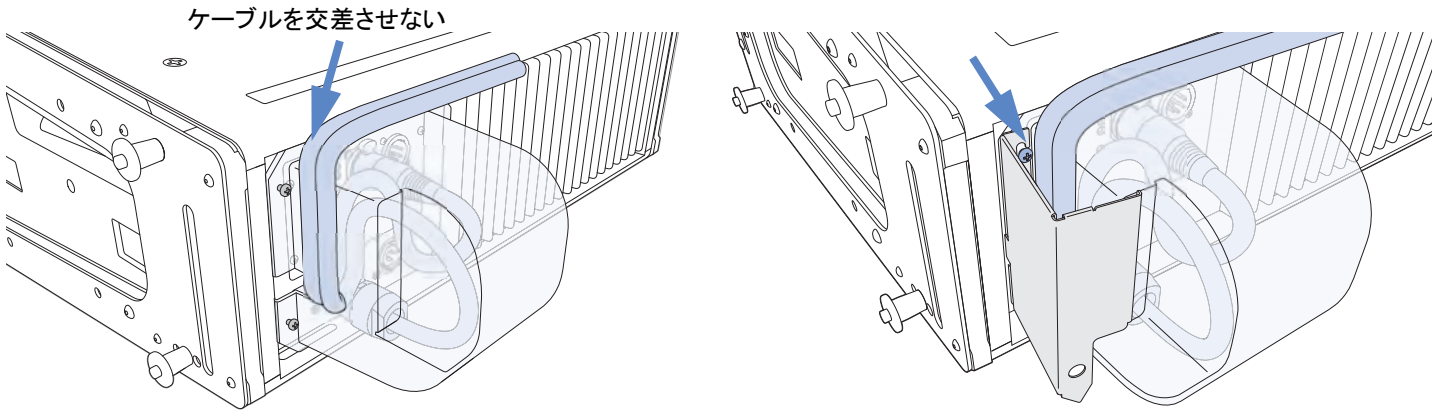

図49: ケーブルをレインフードに通し(左)、シールドを固定ネジに引っ掛ける(右)
4. 左上と左下のネジを2-3個かみ合わせます。ラウドスピーカーの背面から見て、ケーブルが左に出るようにしてください。レインフードの開口部でケーブルを交差させないようにしてください(図49の右を参照)。
5. シールドとレインフードの間で、ケーブルをレインフードの上に通します。ケーブルを交差させないでください(図49、左を参照)
6. シールドの角度を変え、L字型のUWシールドのスロットを左上と左下の両方のネジに引っかけます(ラウドスピーカーの背面を向いている場合、図49の右を参照)。